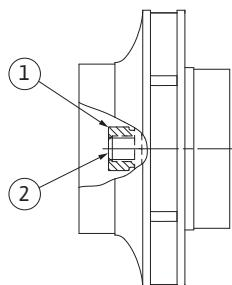

Fig. 50: Правильное положение гайки рабочего колеса после монтажа
29. Удерживая вал (см. операцию 24), затянуть гайку рабочего колеса с предписанным моментом (см. таблицу 2 «Моменты затяжки винтов»). Гайка (рис. 50, поз. 1) должна располагаться заподлицо с концом вала (рис. 50, поз. 2) с допуском  $\pm 0,5$  мм. Если это условие не выполняется, ослабить гайку и повторить операции 25 – 29.